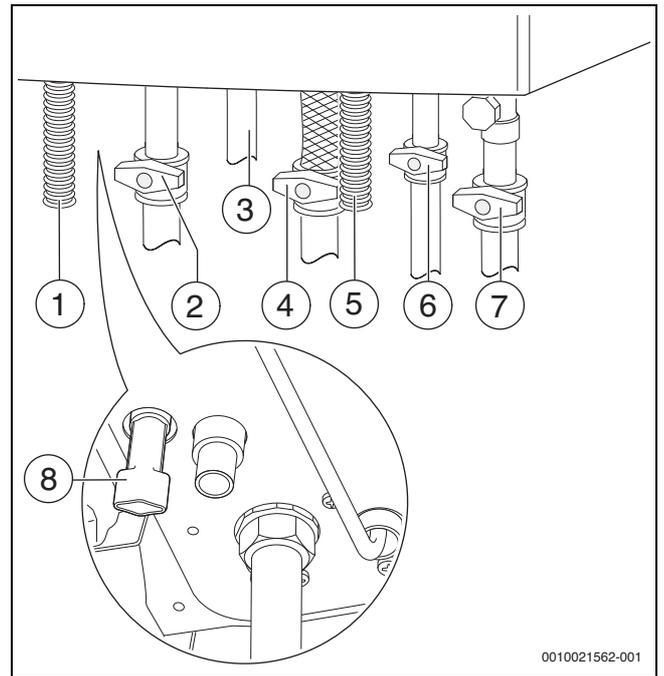

Fig. 26 Collegamenti lato gas e lato acqua (accessori)
- Aprire il rubinetto dell'acqua fredda (→ fig. 26) e poi aprire un rubinetto dell'acqua calda finché non esce l'acqua.
- ▶ Aprire i rubinetti di mandata riscaldamento e ritorno riscaldamento (→ fig. 26).
- ▶ Riempire l'impianto di riscaldamento con pressione compresa tra 1 e 1,5 bar sul dispositivo di riempimento (→ fig. 26) e richiudere lo stesso.